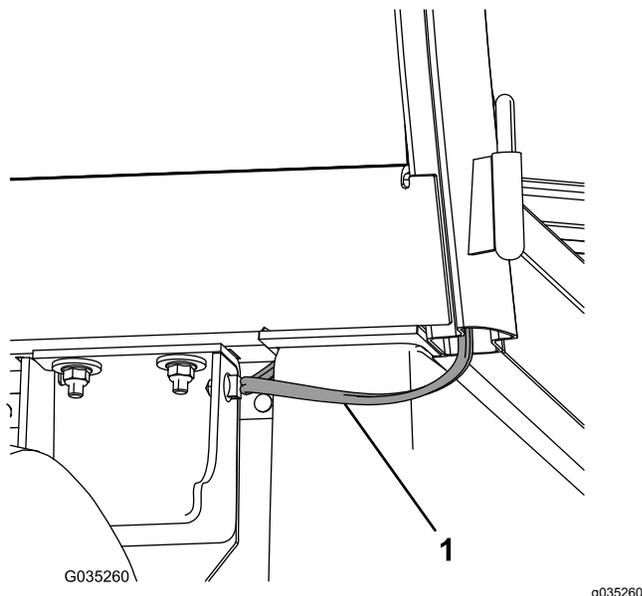

Figura 19
4. Dirija el arnés de cables detrás de la cabina y bajo el asiento y fije la abrazadera en el arnés de cables al panel lateral (Figura 19).
3. Dirija el arnés de cables detrás de la cabina y bajo el asiento y fije la abrazadera en el arnés de cables al panel lateral (Figura 19).